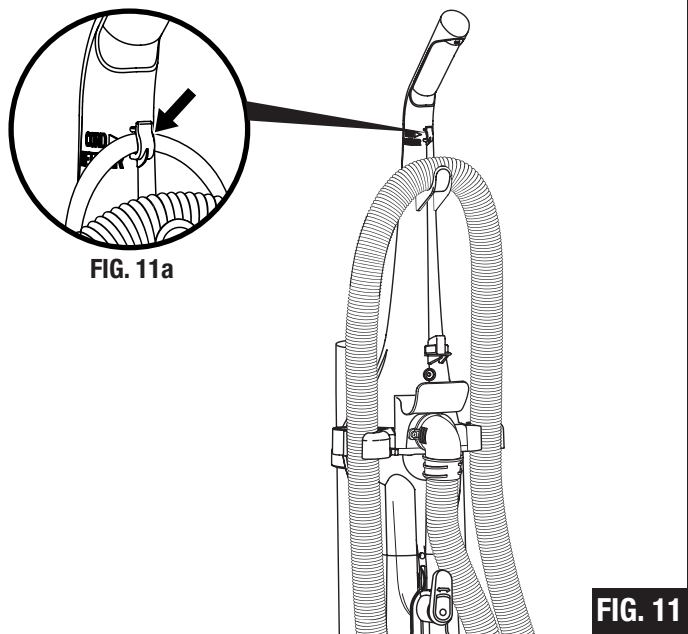

FIG. 11
Step 2: Put Cord on Cord Retainer. (FIG. 11) To use, push electrical cord down into cord retainer (FIG. 11a). You will find your cord retainer on the handle above the upper cord hook. This will place the cord out of the way the next time you vacuum.
Étape 2 : Mettez le cordon sur la retenue de cordon. (FIG. 11) Pour utiliser l'appareil, poussez le cordon électrique vers le bas pour l'insérer dans la retenue de cordon (FIG. 11a). La retenue de cordon est située sur le manche au-dessus du crochet à cordon supérieur. Ceci permet de loger le cordon afin qu'il ne gêne pas lors de la prochaine utilisation de l'appareil.
Paso 2: Coloque el cordón en su retenedor. (FIG. 11) Para usar el retenedor, oprima el cordón hacia abajo y hacia adentro del retenedor (FIG. 11a). El retenedor del cordón se encuentra en la manija por encima del gancho superior del cordón. Esto mantendrá el cordón fuera del paso la próxima vez que aspire.